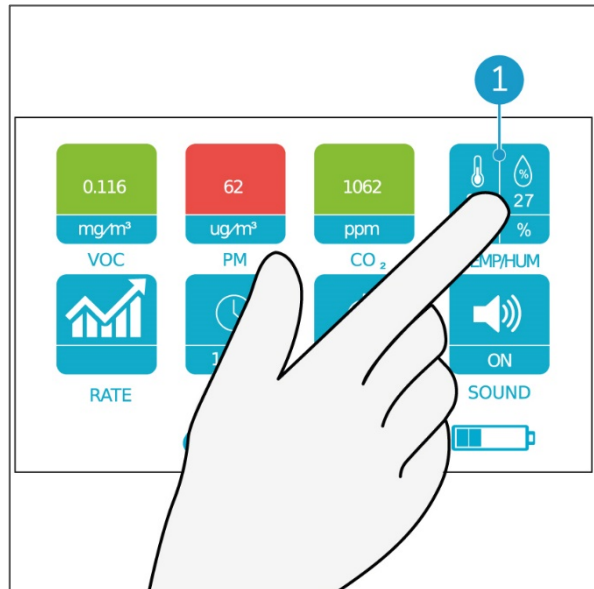

Figura 16
1. Toque no botão TEMP/HUM (Figura 16, pos. 1) com o dedo.